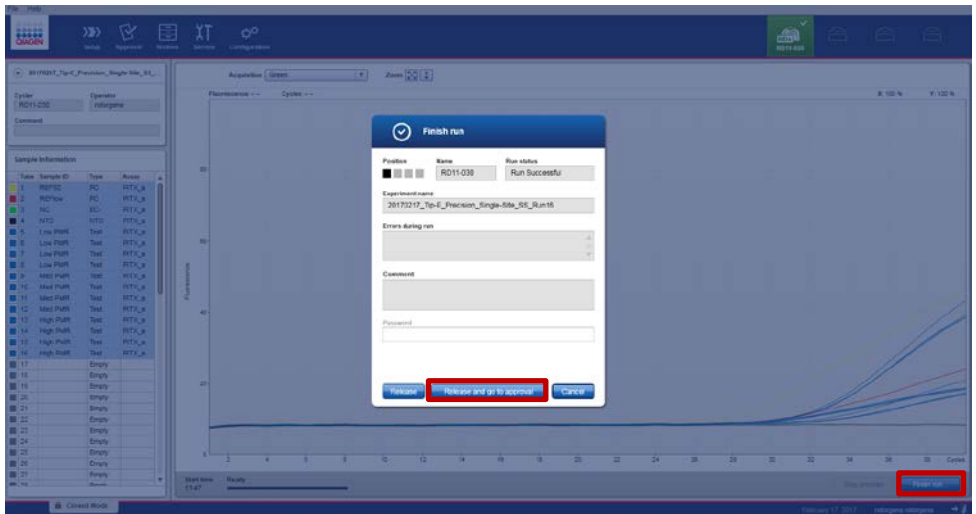

Figura 12. Finalizzazione dell'analisi.
2. Dopo aver fatto clic su "Finish run", inserire la password e fare clic su "Release and go to approval" (Rilascia e vai alla convalida) (Figura 12).